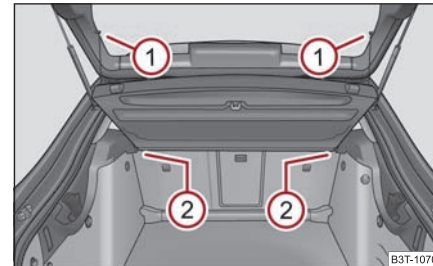

Fig. 95 Dépose de la tablette du coffre à bagages
- Décrochez les sangles du capot de coffre à bagages ① ⇒ fig. 95.
- Sortez le cache de la fixation ② et tirez-la horizontalement en arrière.
- Lors de la remise en place, poussez d'abord le cache-bagages dans la fixation ② puis accrochez les sangles ① sur le capot du coffre à bagages. ▶